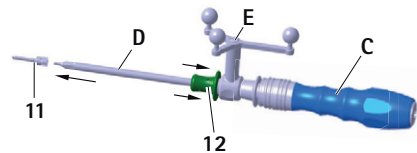

Abb. 9 Schraube S⁴C mit Schraubendreher S⁴C aufnehmen
- ▶ Haltehülse 12 am S⁴C Schraubendreher D einfahren und halten, siehe Abb. 9.